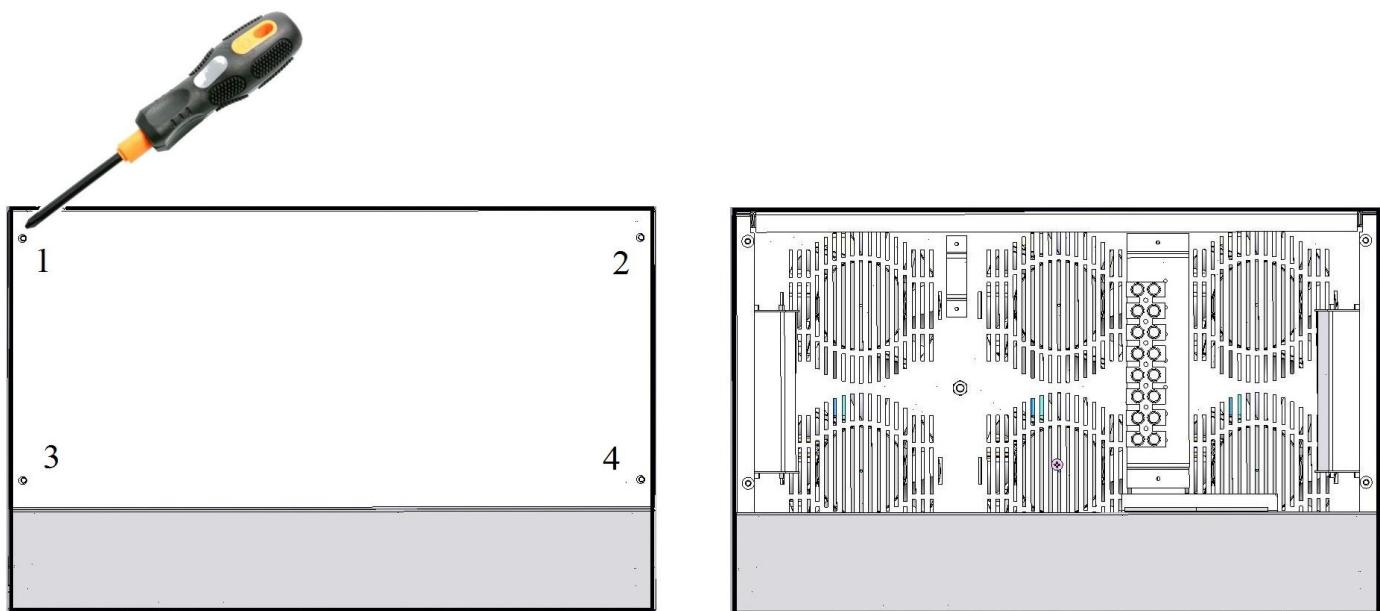
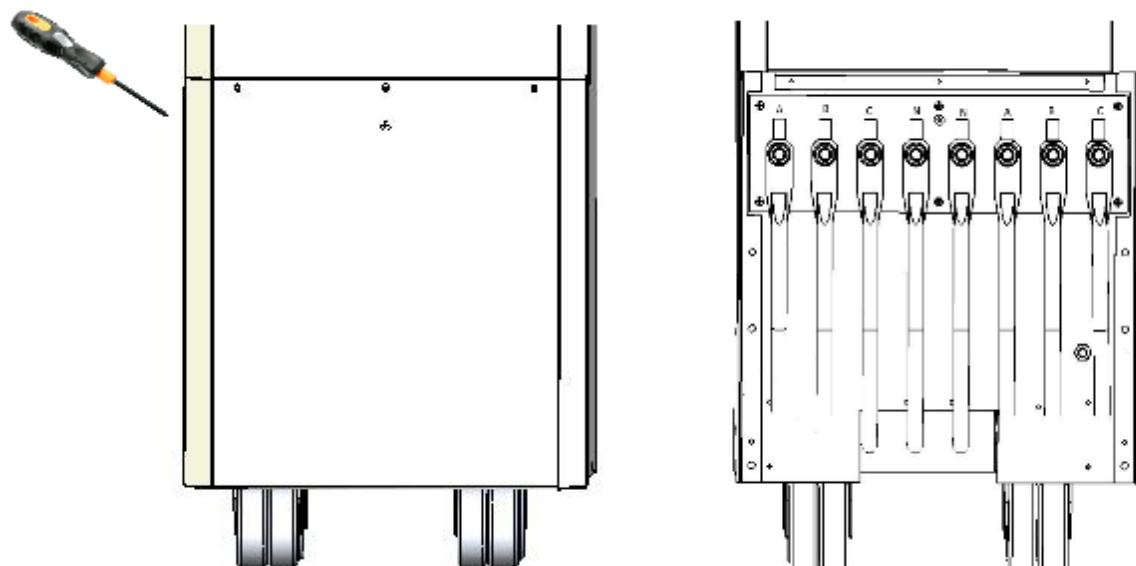

Рисунок 11. Схема снятия защитной крышки снизу корпуса стабилизатора Герц
Рисунок 12. Схема снятия защитной крышки внизу передней части корпуса стабилизатора Герц-ПРО
- При помощи отвертки открутить винты защитной крышки с верхней части стабилизатора Герц на 25-80А (см. рисунок 11) и с нижней части Герц-ПРО на 100-160А (см. рисунок 12) для доступа к клеммной колодке.